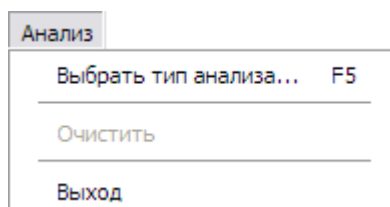

Рис. 8.137
- В меню **Анализ** выберите команду **Выбрать тип анализа... F5** (Рис. 8.137).